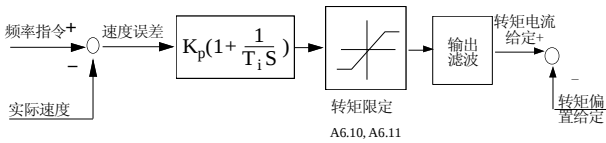

图 6-13 速度调节器简化图
1. 速度调节器（ASR）的构成如图 6-13 所示。图中 K_p 为比例增益 P ， T_i 为积分时间 I 。